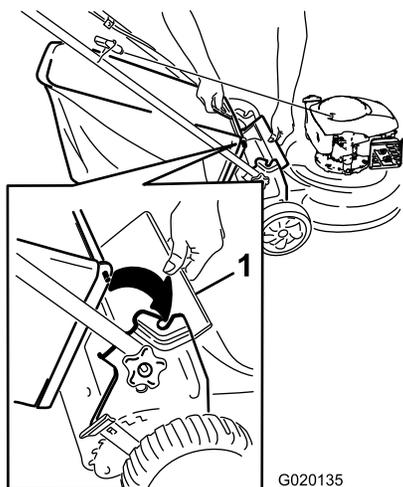

Bild 15
1. Heben Sie das hintere Ablenklech an (Bild 15).
2. Setzen Sie den Fangkorbgriff in die Kerben an den Griffhalterungen ein und stellen Sie sicher, dass er fest sitzt (Bild 15).